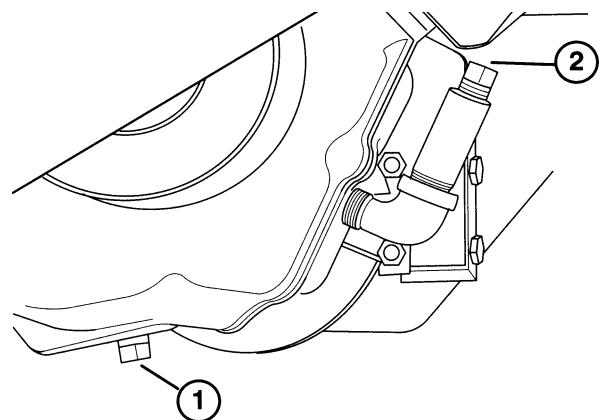

Figure 26
1. Placer un bac de vidange sous le bouchon de vidange de l'essieu. Nettoyer autour du bouchon de vidange (Fig. 26).
3. Retirer le bouchon de remplissage (Fig. 26) et verser par le goulot 1,89 l d'huile de viscosité SAE E.P. 90. Arrêter quand l'huile atteint le haut du tube.